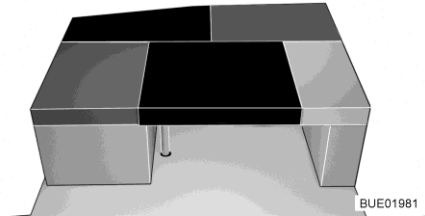

Bild 164 Efter ombyggnaden
- Lägg den rektangulära extra dynan på bordet (mellan sittdynan och sidosätets ryggdyna, se Bild 164).